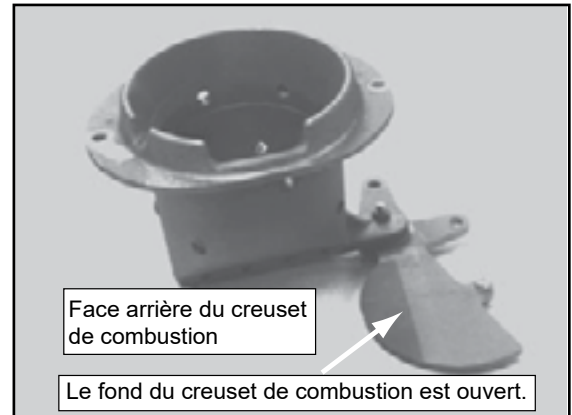

Figure 16.2
- c. Fermez complètement la plaque de fond du creuset de combustion quand vous avez terminé (**Figure 16.2**).